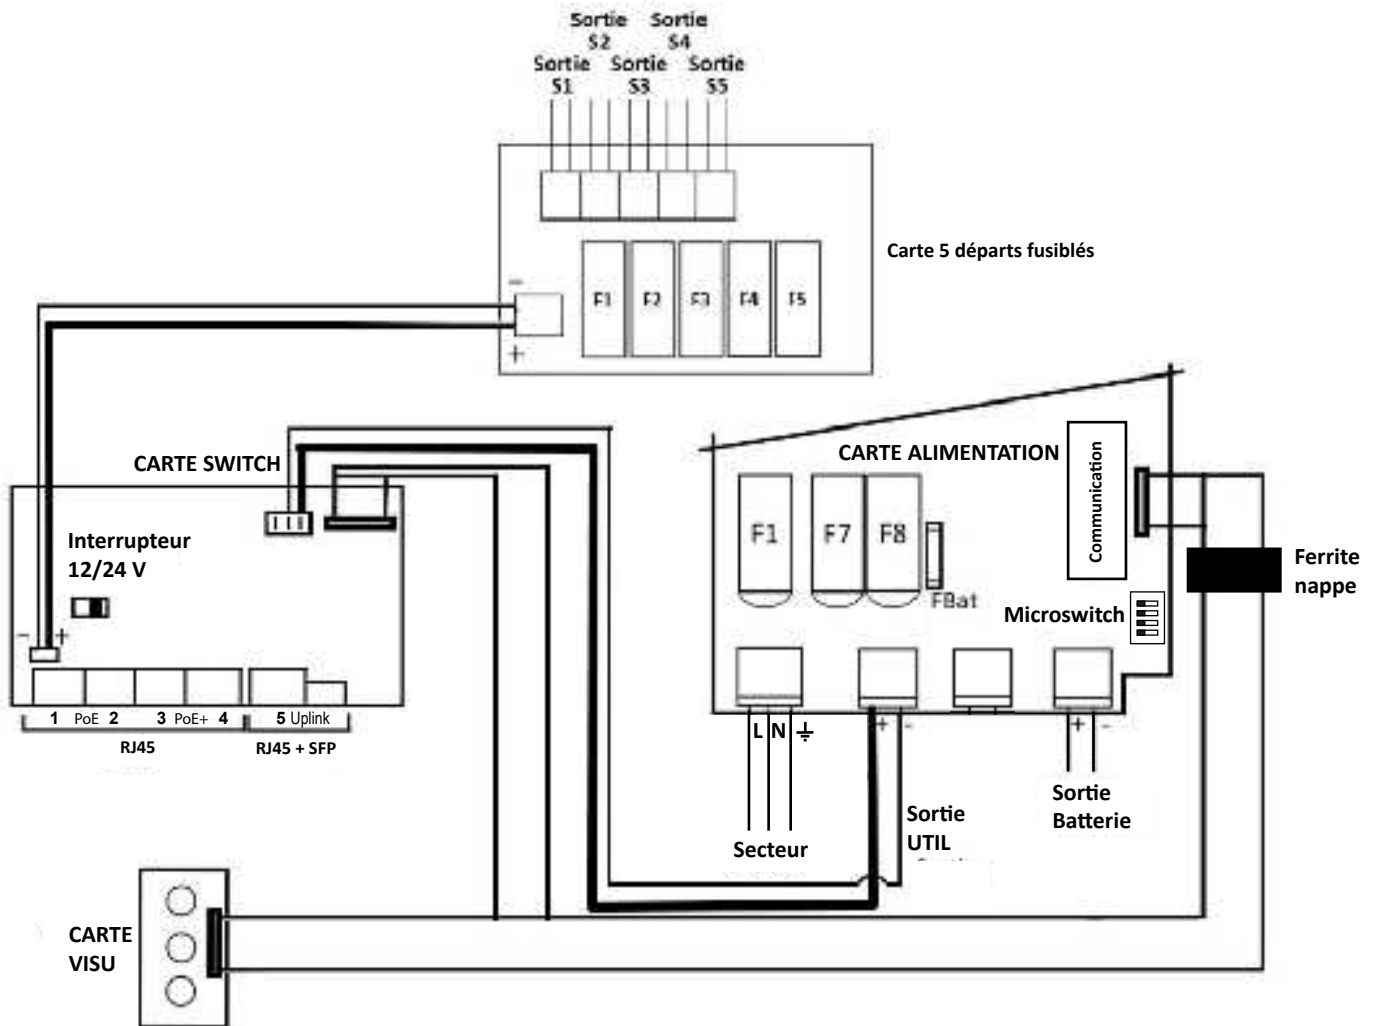

Figure 3-1 - Plan de raccordement
- Sélectionner la tension de sortie disponible sur les sorties DC S1 à S5 via l'interrupteur 12/24 V situé sur le dessus du capot de la carte switch (voir Figure 3-1, page 7).
- le fusible Sortie Util2 (F7) est HS (voir Figure 3-1, page 7).